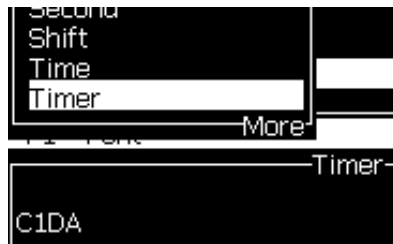

Figura 5-43: Campo de usuário temporizador
- 6 Pressione a tecla *F2* para abrir a opção *Selecionar campo de usuário* e selecionar a opção *Temporizador*. É possível visualizar o formato definido anteriormente na janela de visualização em Figura 5-43.